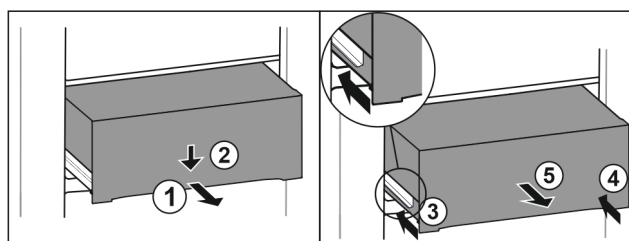

Fig. 172
- Izvucite ladicu na pola. Fig. 172 (1)
- Pritisnite ladicu naprijed prema dolje. Fig. 172 (2)
- Gurnite lijevu vodilicu za oko 2 cm. Fig. 172 (3)
- Gurnite desnu vodilicu za oko 2 cm. Fig. 172 (4)
- Izvadite ladicu prema naprijed. Fig. 172 (5)